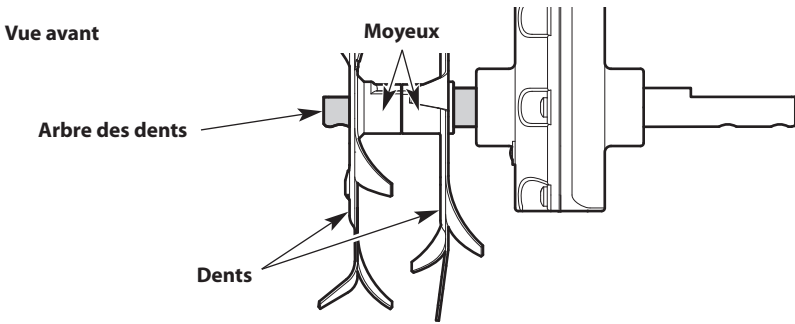

Fig. 10
2. Faites glisser deux nouvelles dents sur l'un des arbres à dents. Les moyeux doivent se faire face (Fig. 10).